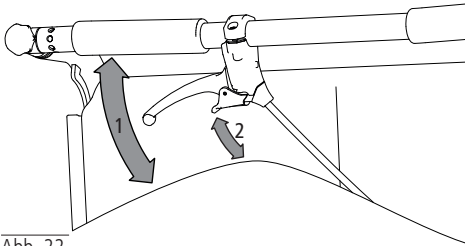

Abb. 22
1. Durch Ziehen des Bremshebels nach oben (1, Abb. 22) kann der Rollstuhl kontrolliert abgebremst werden.
2. Um den Rollstuhl zu parken, können Sie den Bremshebel arretieren. Ziehen Sie dazu den kleinen Verriegelungshebel ebenfalls nach oben (2, Abb. 22). Er rastet in der höchsten Position ein. Bei Zug am Bremshebel nach oben löst sich die Arretierung selbstständig und die Bremse ist wieder frei.